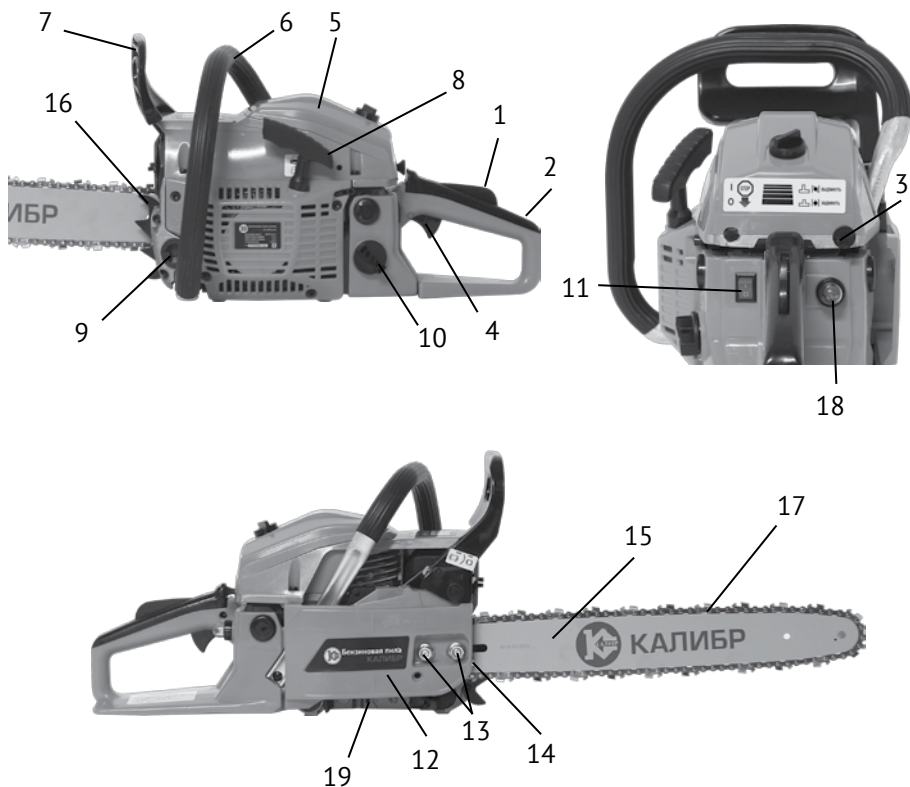

рис.1
Бензопила – инструмент, использующий в качестве привода одноцилиндровый двухтактный бензиновый двигатель внутреннего сгорания. Рабочим органом пилы является пильный аппарат, состоящий из бесконечной (замкнутой) пильной цепи (рис.1 поз.17), бегущей по шине (рис.1 поз.15).
Двигатель работает на топливе из смеси неэтилированного бензина с октановым числом не менее 92 и специального масла для 2-тактных двигателей. Он оснащён мембранным карбюратором и электронной системой зажигания. Для запуска двигателя служит ручной стартёр (рис.1 поз.8) и ручной насос (праймер, рис.1 поз.18) для предварительной подкачки топлива в карбюратор.
Ведущая звёздочка приводится в движение автоматической муфтой сцепления. На холостых оборотах зацепление не происходит, и пильная цепь не движется. Увеличиваем обороты двигателя до рабочих нажатием на рычаг управления дросселем (рис.1 поз.4). При этом колодки муфты сцепления расходятся и входят в зацепление с барабаном. Вращение начинает передаваться на приводную звёздочку пильной цепи. После отключения рычага управления дросселем, обороты двигателя снижаются до холостого хода (около 2900 об/мин), цепь автоматически останавливается. Остановка цепи также осуществляется механическим тормозом двойного действия: вручную, нажав левой рукой на щиток тормоза (рис.1 поз.7) от себя, или при срабатывании автоматического инерционного привода (при отскоке, защемлении цепи).
Две рукоятки пилы – передняя (рис.1 поз.6) и задняя (рис.1 поз.2) оснащены устройством виброгашения.
2.4 Общий вид бензопилы представлен на рис.1
2.5.1 Установка зубчатого упора (рис.1 поз.16)
Перед монтажом зубчатого упора убедитесь, что переключатель зажигания (рис.1 поз.11) находится в положении «0» - выключено.
- открутите с помощью комбинированного ключа гайки (рис.1 поз.13) крепления шины и снимите тормоз цепи в сборе;
- Ослабьте с помощью комбинированного ключа и снимите с пилы гайки (рис.1 поз.13)
- При снятом тормозе цепи, установите шину (рис.1 поз.15) на крепёжные шпильки в крайнее заднее положение.
- Пильную цепь (рис.1 поз.17) наденьте на ведущую звёздочку, расположенную за барабаном сцепления. Уложите верхнюю часть цепи в паз шины, пропустите цепь между зубцами ведомой звёздочки на переднем конце шины. Потяните шину вперёд так, чтобы нижняя часть цепи «села» в паз шины. Проверьте, чтобы направление зуба цепи совпадало с направлением, указанным на корпусе. Убедитесь, что тормоз цепи находится в выключенном положении.
- Удерживая шину с цепью, установите тормоз цепи на крепёжные шпильки, так чтобы сухарь винта натяжителя цепи (рис.1 поз.14) попал в регулировочное отверстие хвостовика шины.
- Затяните гайками (рис.1 поз.13) шину и тормоз цепи вручную.
Внимание! Перед регулировкой натяжения цепи убедитесь, что гайки крепления шины (рис.1 поз.13) немного ослаблены.
Регулировка натяжения цепи производится винтом (рис.1 поз.14) при ослабленных гайках крепления шины:
- отверните пробку маслобака (рис.1 поз.9);
Расход масла для смазки цепи регулируется винтом (рис.1 поз.19). При повороте винта по часовой стрелке расход масла уменьшается, при повороте против часовой стрелки – увеличивается (символы MAX и MIN на корпусе).
- установите переключатель зажигания (рис.1 поз.11) в положение «I» - включено;
- несколько раз медленно нажмите на колпачок праймера (рис.1 поз.18) для подкачки топлива, пока смесь не заполнит резиновый колпачок кнопки;
- вытяните до упора кнопку воздушной заслонки (рис.1 поз.3) из корпуса бензопилы;
- нажмите последовательно рычаг безопасности (рис.1 поз.1) и рычаг управления дросселем (рис.1 поз.4);
- правой рукой за рукоятку стартера (рис.1 поз.8) сделайте несколько коротких рывков шнура стартера до первых признаков запуска двигателя (схватывание);
- при необходимости, несколько раз медленно нажмите на колпачок праймера (рис.1 поз.18) для подкачки топлива, пока смесь не заполнит резиновый колпачок кнопки;
- вытяните до упора кнопку воздушной заслонки (рис.1 поз.3) из корпуса бензопилы, затем задвиньте полностью обратно (заслонка заняла пусковое положение);
- вывернуть свечу зажигания, которая находится под крышкой (рис.1 поз.5) воздушного фильтра;